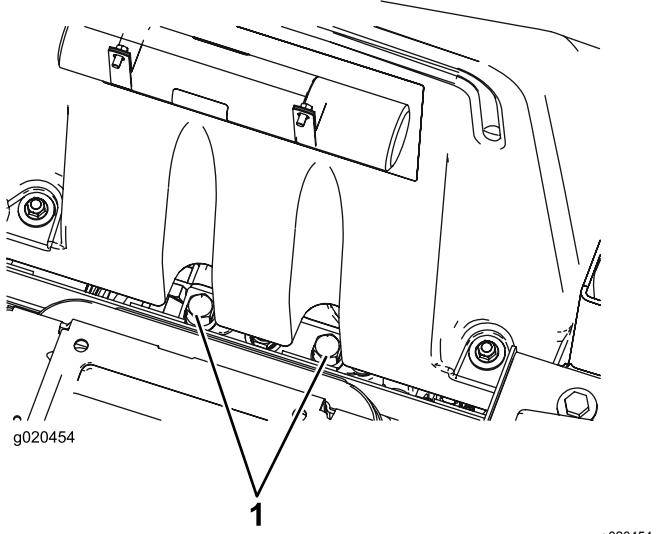

Figure 55
- Soulevez le siège et localisez les vannes de dérivation qui sont situées sous l'avant du réservoir de carburant (Figure 55).